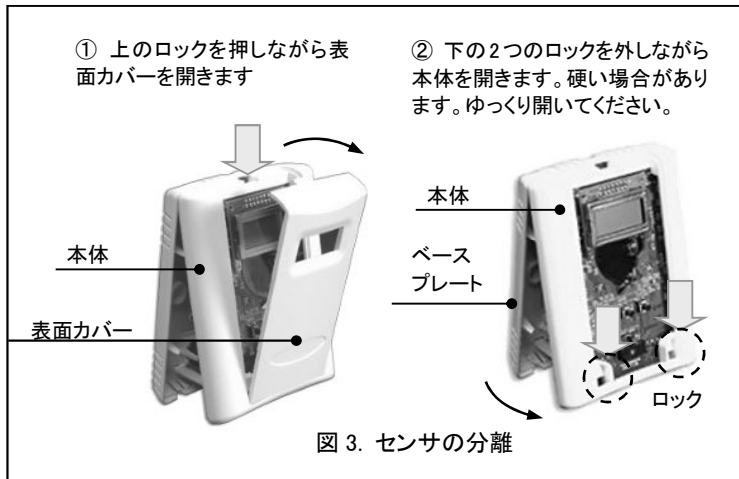

図 3. センサの分離
- 1) センサの分離 図 3 に従い各パーツを分離します。